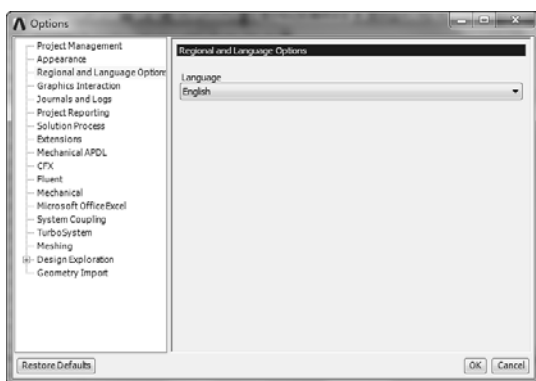

图 1-13 【Regional and Language Options】选项卡
- ✧ 【Regional and Language Options】选项卡：用于设置软件语言，如图 1-13 所示。